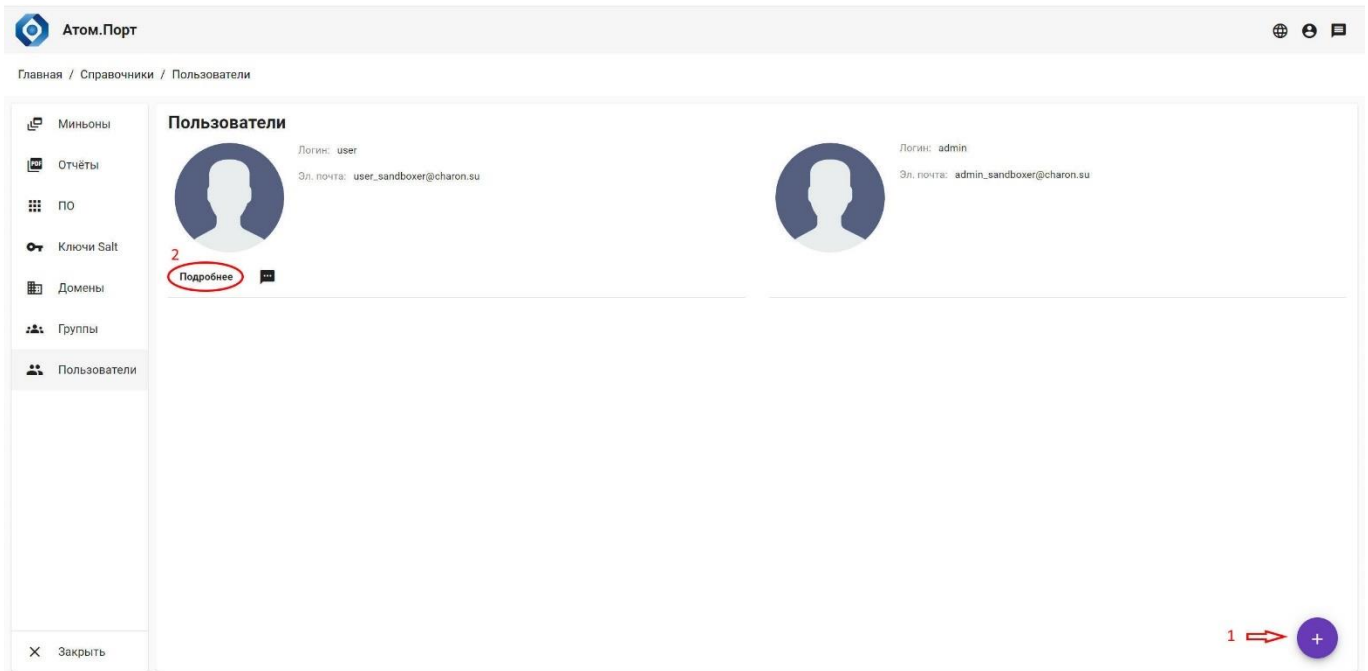
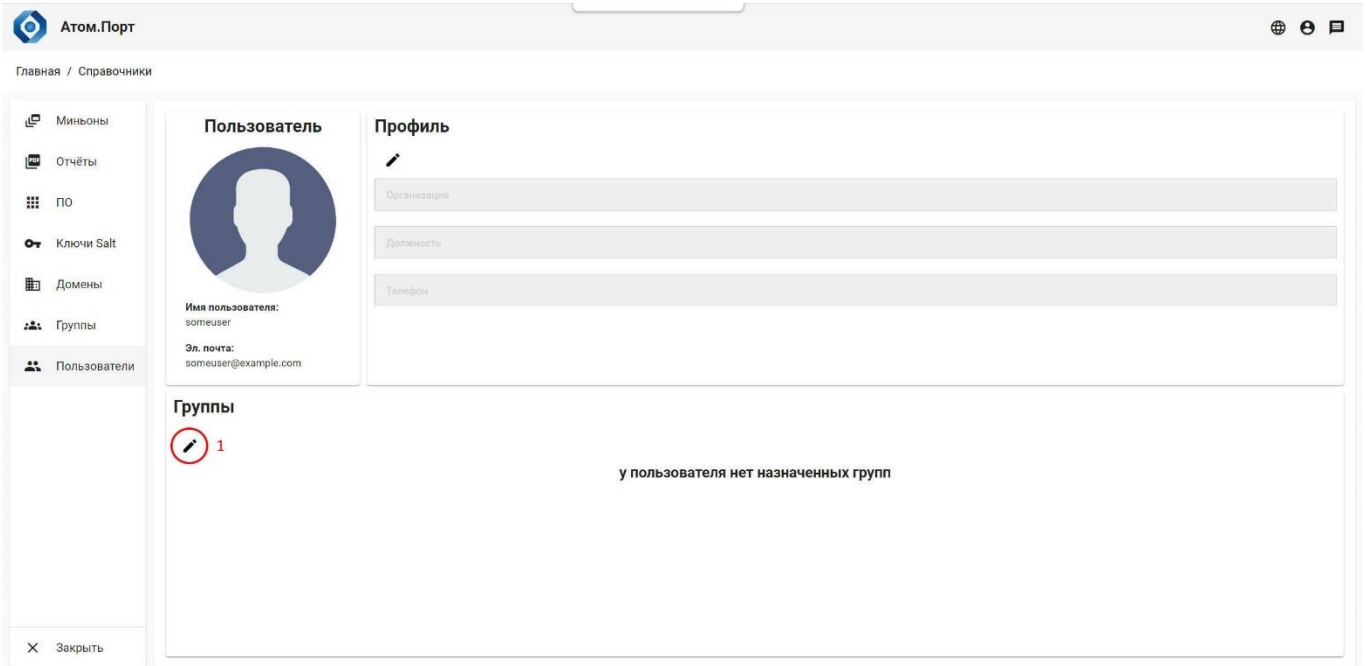

Рисунок 5 – Список пользователей Системы
Рисунок 7 – Окно информации о пользователе Системы
1. В главном меню веб-интерфейса перейти на страницу «Справочники» / «Пользователи». Откроется список пользователей Системы (Рисунок 5).
2. Для добавления учётной записи пользователя нажать на пиктограмму «+» (Рисунок 5, поз. 1).
4. Для просмотра или редактирования информации о пользователе Системы нажать кнопку «**Подробнее**» (Рисунок 5, поз. 2). Откроется окно информации о пользователе Системы (Рисунок 7).
5. Для назначения пользователю группы рабочих станций нажать пиктограмму редактирования (Рисунок 7, поз. 1).